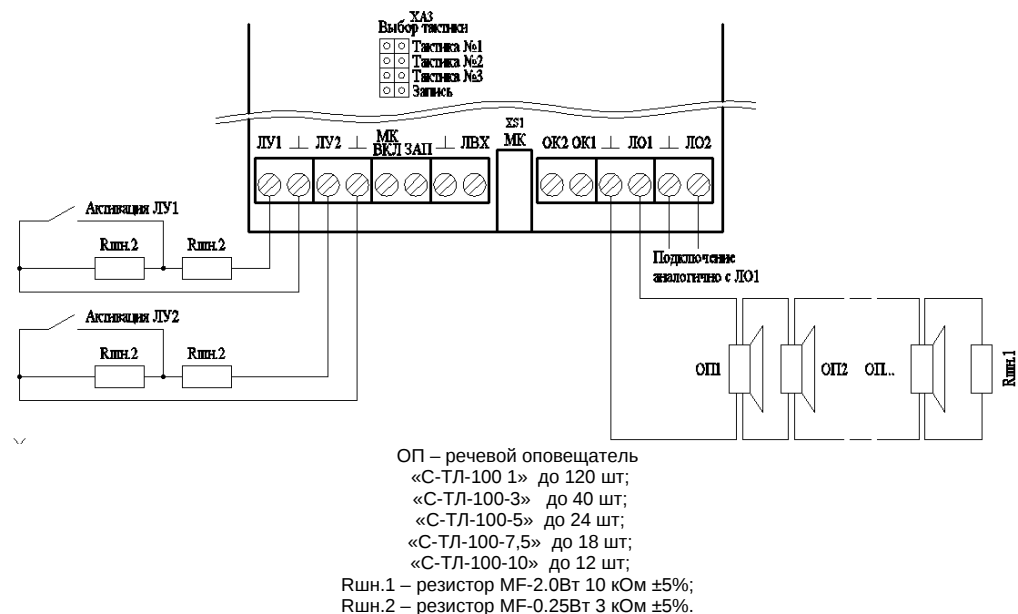

Рисунок 4. Схема внешних подключений линий управления (ЛУ1 и ЛУ2) и оповещения (ЛО1 и ЛО2)
- «ЛУ1» и «ЛУ2» данные входы служат для запуска оповещения от ПКП или устройства дистанционного пуска (УДП), каждая линия контролируется на обрыв и КЗ двумя последовательно включенными резисторами 3,0кОм±5% (см. рис. 4).
- «ЛО1» и «ЛО2» данные входы служат для подключения речевых оповещателей (до 120 шт. «С-ТЛ-100-1»; до 40 шт. «С-ТЛ-100-3»; до 24 шт. «С-ТЛ-100-5»; до 18 шт. «С-ТЛ-100-7,5»; до 12 шт. «С-ТЛ-100-10» суммарно на две линии оповещения), каждая линия контролируется на обрыв и КЗ одним резистором 10,0 кОм±5% (см. рис. 4).